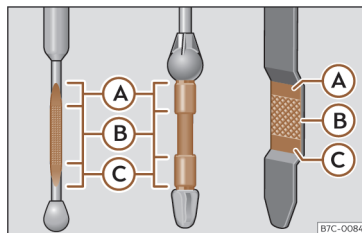

Fig. 228 Vareta de medição do nível de óleo.
- Em seguida, retire-a novamente e verifique o nível do óleo >>> **Fig. 228**. Caso seja necessário, reponha óleo do motor.
- Quando o nível de óleo atingir pelo menos a zona >>> **Fig. 228 (B)**, enrosque a tampa do bocal de enchimento com cuidado >>> ①.